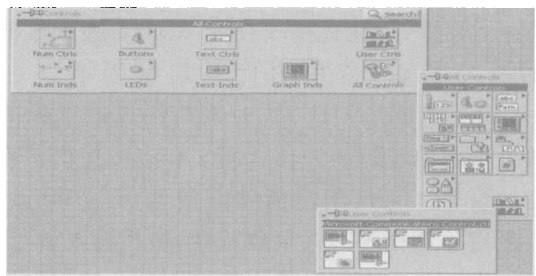
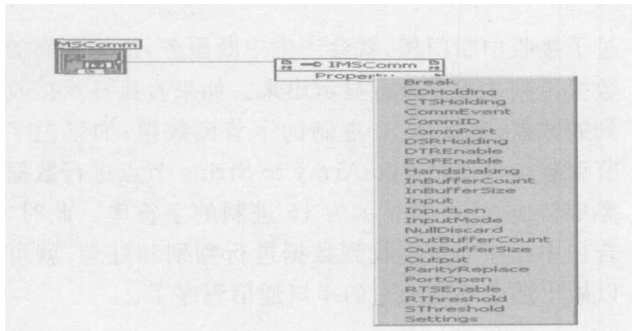
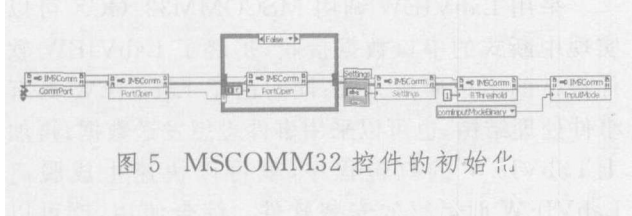

图 3 放置控件
图4 MSComm32的属性函数
图5 MSComm32控件的初始化
1.3 MSCOMM32 控件初始化(图 3,图 4,图 5)